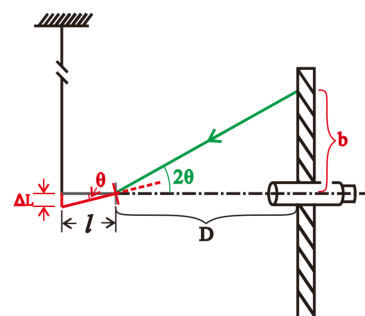

图 1: 实验原理图
在样品截面积  $S$  上的作用应力为  $F$ ,测量引起的相对伸长量  $\frac{\Delta L}{L}$ ,即可计算出材料的杨氏模量  $E$ 。因一般伸长量  $\Delta L$  很小,故采用光学放大法将其放大。光杠杆是一个带有可旋转的平面镜的支架,平面镜的镜面与三个足尖决定的平面垂直,其后足即杠杆的支脚与被测物接触。当杠杆支脚随被测物上升或下降微小距离  $\Delta L$  时,镜面法线转过一个微小的  $\theta$  角,而入射到望远镜的光线转过  $2\theta$  角,如图 1 所示:
根据图 1 和公式 (4) 可知: